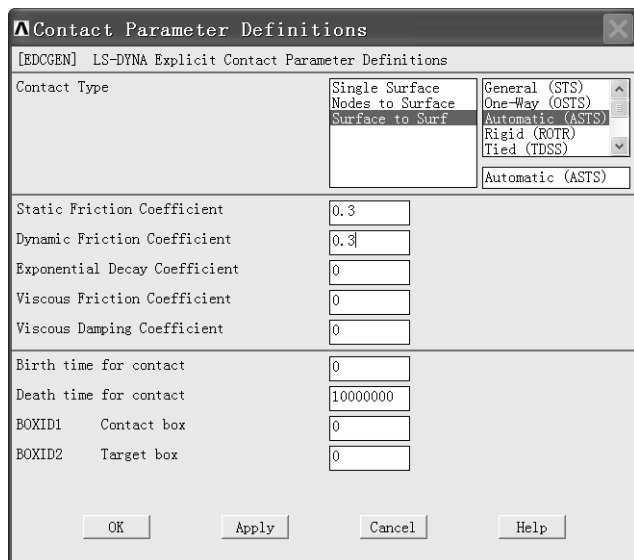
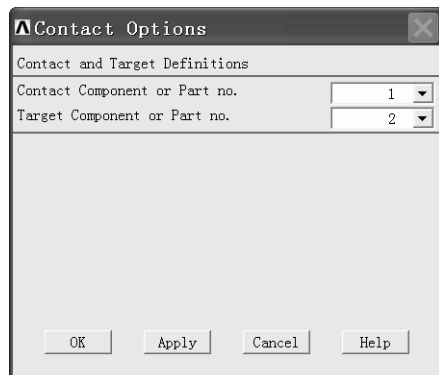

图 4-80 “Contact Parameter Definitions” 窗口
图 4-81 “Contact Options” 窗口
(1) 依次选择 Main Menu>Preprocessor>LS-DYNA Options>Contact>Define Contact，弹出“Contact Parameter Definitions”窗口（见图 4-80）。
(2) 在“Contact Parameter Definitions”窗口中“Contact Type”后的第一个方框中选择“Surface to Surf”（选中后背景为蓝色），在“Contact Type”后的第二个方框中选择“Automatic (ASTS)”。
(3) 在“Contact Parameter Definitions”窗口中“Static Friction Coefficient”后的方框内输入“0.3”。
(4) 在“Contact Parameter Definitions”窗口中“Dynamic Friction Coefficient”后的方框内输入“0.3”，然后单击该窗口中的“OK”按钮，弹出“Contact Options”窗口（见图 4-81）。